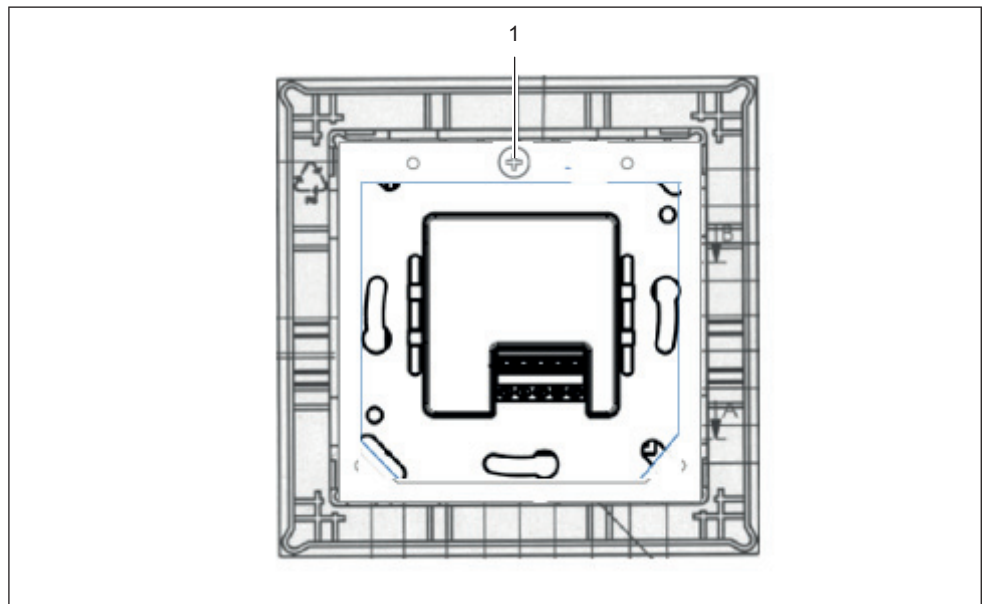

Abb. 20: Montageblech einlegen und fixieren
3. Klemmblech wieder in Blindmodul einlegen und befestigen (Abb. 20).